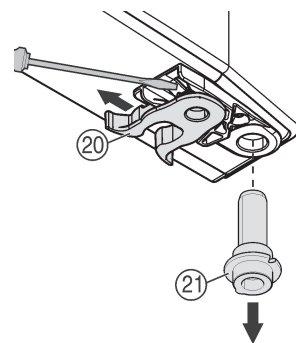

Fig. 8
- ▶ переставити Fig. 8 (20) пружинний затискач: Натиснути язичок зачіпки вниз, зняти з нього пружинний затискач.
- ▶ Вийміть гвинт Fig. 8 (21) із втулки дверцят і вставте разом із шайбою на протилежному боці. Язичок зачіпки повинен бути спрямований до внутрішньої сторони дверцят, надріз — до зовнішньої сторони.
- ▶ Поверніть нижню частину дверцят і вставте гвинт Fig. 8 (21) в опорний кронштейн. У разі необхідності покрутіть гвинт до його фіксації.